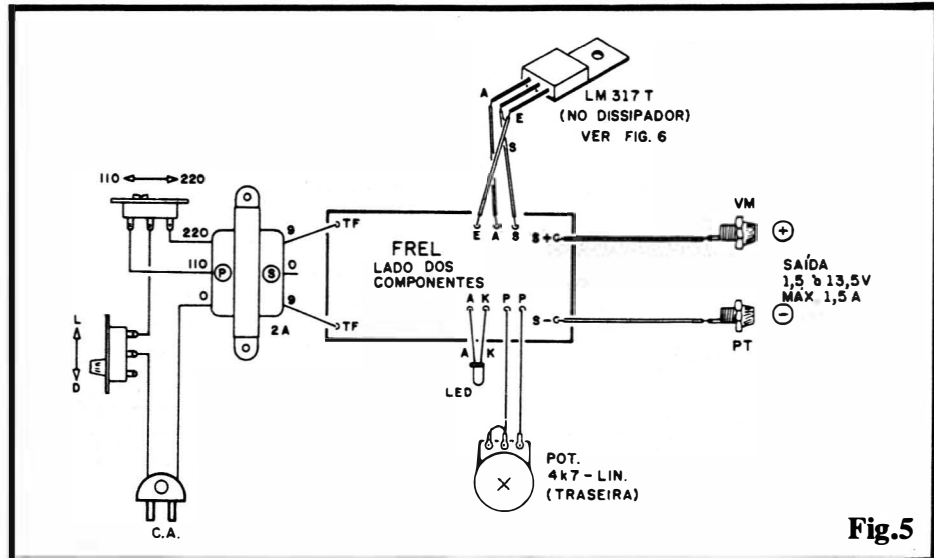

Fig.5
- FIG. 5 - CONEXÕES EXTERNAS À PLACA - Tão importantes quanto a inserção/soldagem dos componentes **sobre** a placa (figura anterior), são as ligações de peças que ficam fora do Impresso, detalhadas no diagrama (onde a placa ainda é vista pela face